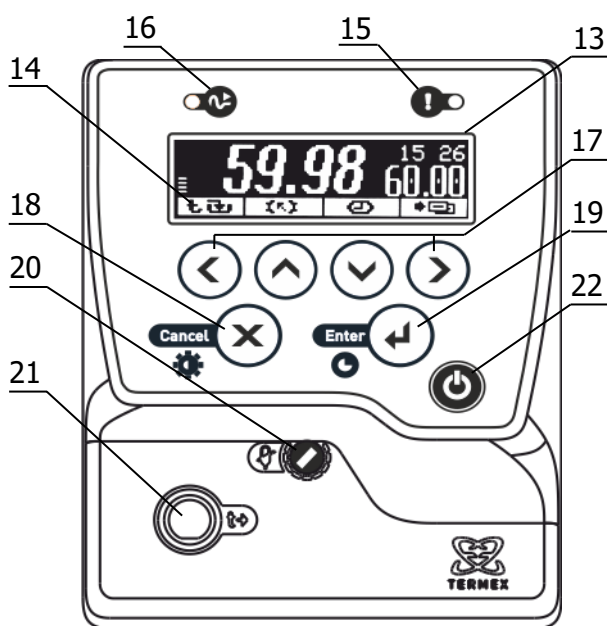

Рисунок 2 – Лицевая панель
Система безопасности блока регулирования отключает двигатель насоса и нагреватель при срабатывании хотя бы одной из защит или неисправности датчика температуры (1.2.13). При срабатывании системы безопасности раздается звуковой сигнал, загорается индикатор 15 (рисунок 2) и на дисплей 13 выводится информация о причине неисправности.
2.3.1 После подключения сетевого кабеля к электрической сети блок регулирования переходит в режим ожидания. Подключение сопровождается кратковременной подсветкой дисплея 13 (рисунок 2).
2.3.6 Для регулировки яркости подсветки или контраста дисплея нажать кнопку 18 (X), выбрать изменяемый параметр кнопками (▲) и (▼) и установить его значение кнопками (◀) и (▶). Зафиксировать изменение нажатием кнопки 19 (↩) (рисунок 2).
2.7.6 Для выбора уставки в качестве текущей кнопками (▲) и (▼) подвести к ней указатель. Значение отмеченной указателем уставки дублируется крупными цифрами в правой части дисплея. Для подтверждения выбора отмеченной уставки нажать кнопку 19 (←). Для отмены выбора нажать кнопку 18 (✕) (рисунок 2).
2.7.7 Для изменения численного значения отмеченной указателем уставки нажать кнопку (▶). На рамке, обрамляющей значение уставки в правой части дисплея, появятся “засечки”, указывающие на изменяемую позицию в численном значении. Цифра в отмеченной позиции мигает. Нажатиями кнопок (▲) и (▼) установить требуемую цифру в отмеченной позиции. Если удерживать кнопку нажатой, значение уставки будет изменяться непрерывно. Нажатиями кнопок (◀) и (▶) переместить отметку изменяемой позиции. Дискретность изменения значения уставки зависит от положения изменяемой позиции: если отмечена позиция десятков, то при единичном нажатии кнопки (▲) или (▼) значение уставки изменится на 10 °С. Если отмечена позиция десятых долей, то значение уставки изменится на 0.1 °С соответственно. Закончить ввод нового значения уставки нажатием кнопки 19 (←). Для возврата к значению уставки до ее изменения нажать кнопку 18 (✕) (рисунок 2).
2.8.3 При срабатывании защиты раздается звуковой сигнал и загорается красный индикатор срабатывания системы безопасности 15 (рисунок 2). Работа насоса и нагревателя будет блокирована. На дисплее отобразится текущее состояние системы защит.